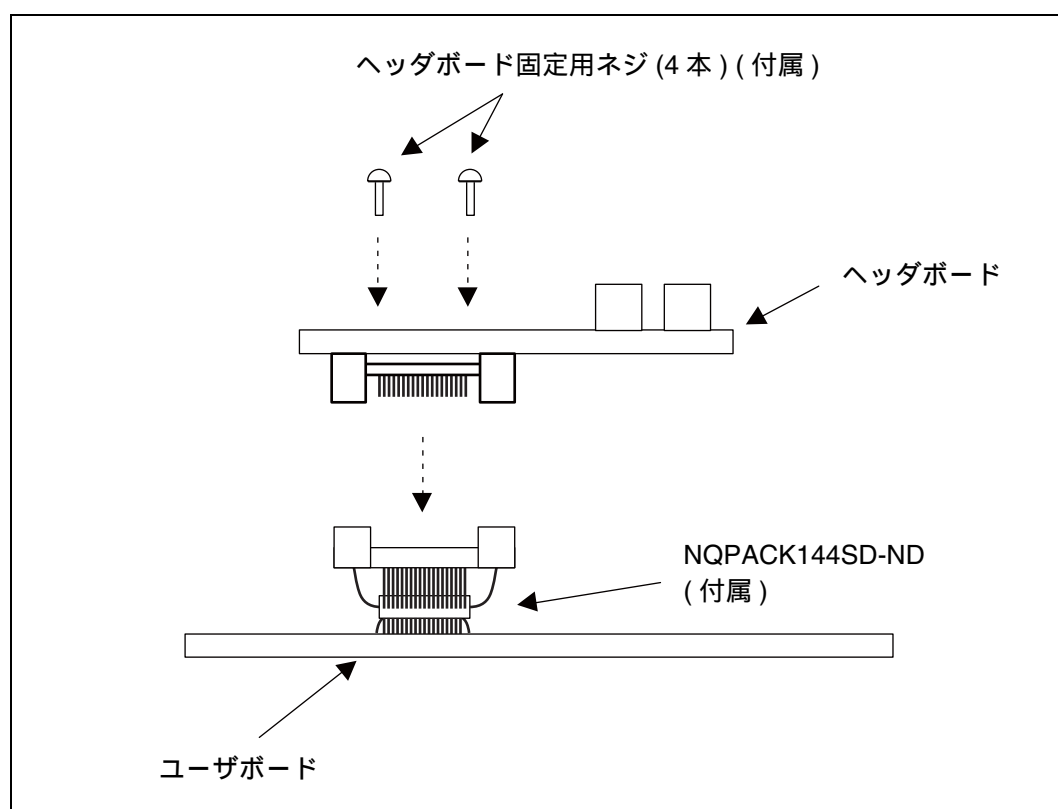

図 1 ヘッドボードとユーザボードの接続
- ヘッドボードとユーザボードを接続するために、MCU 用 IC ソケットとしてヘッドボード付属の NQPACK144SD-ND を必ずユーザボードに実装してください。ヘッドボードとユーザボードの接続を図 1 に示します。